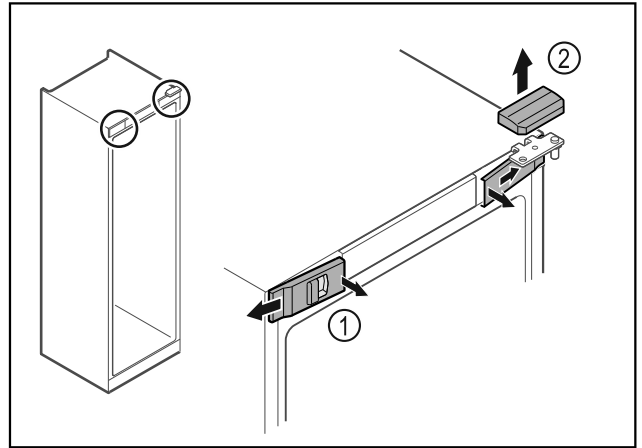

Fig. 9
- ▶ Voorste afdekking Fig. 9 (1) binnen ontgrendelen en naar de zijkant toe verwijderen.
- ▶ Bovenste afdekking Fig. 9 (2) naar boven toe verwijderen.